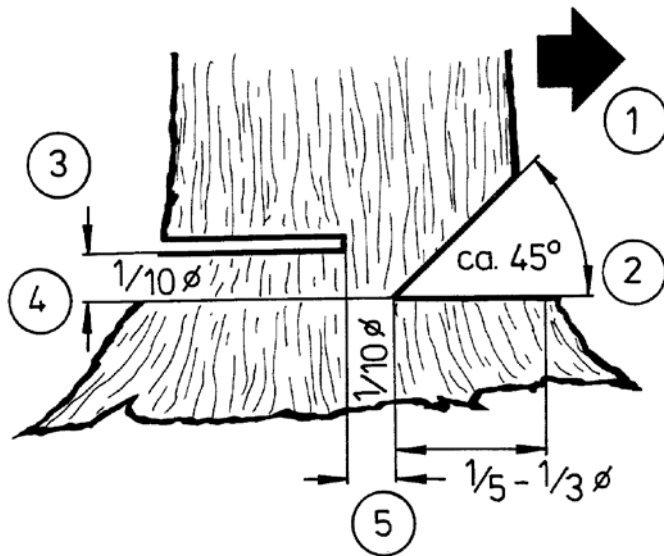

Рис. 15
3. Основной пропил (3) следует располагать несколько выше по отношению к нижней кромке подпила (расстояние должно составлять $1/10$ диаметра ствола дерева, см. также пункт 4 на рис. 15). Основной пропил должен производиться строго горизонтально. Между основным пропилом и подпилем должно сохраняться некоторое расстояние (недопил – $1/10$ диаметра ствола дерева, см. также пункт 5 на рис. 15).